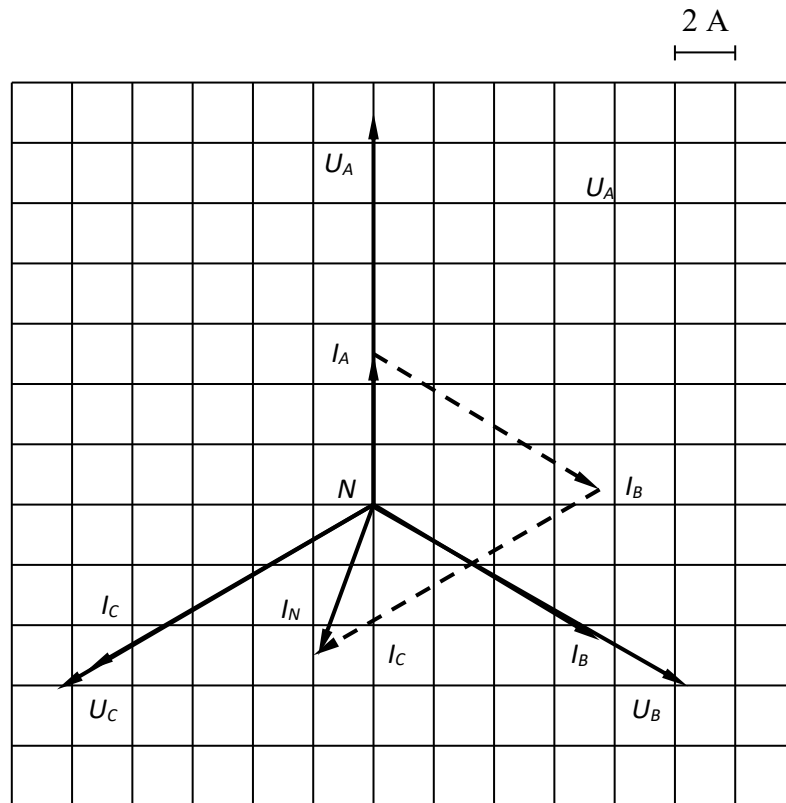

Рис. 1.38
7. Строим звезду фазных напряжений. Углы между векторами этих напряжений 120° (рис.1.38).
На рис. 1.38 представлена векторная диаграмма токов и напряжений.